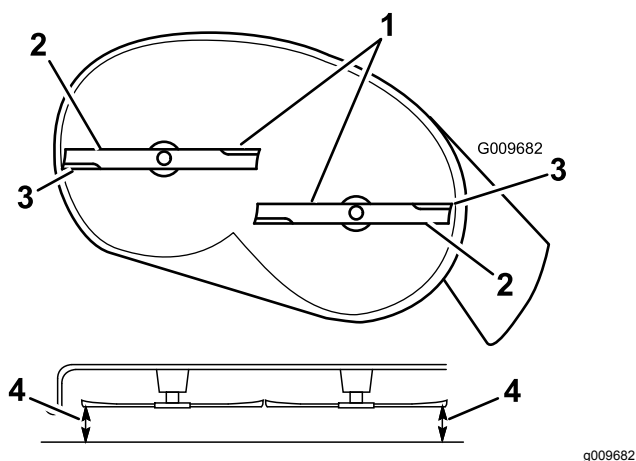

Figura 54
- Gire cuidadosamente las cuchillas hasta que estén todas orientadas lateralmente (Figura 54).
5. Mida entre los bordes de corte exteriores y la superficie plana (Figura 54). Si hay una diferencia de más de 5 mm (3/16") entre ambas dimensiones, se requiere un ajuste; siga con este procedimiento.